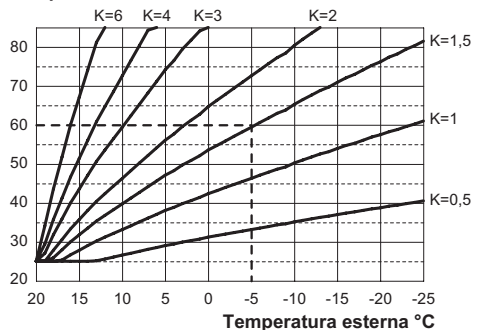
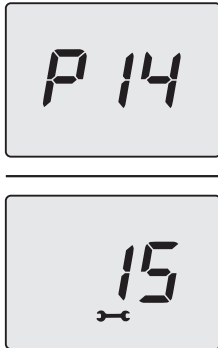

Figura 5.32
Figura 5.38
Se alla caldaia **È COLLEGATO** il comando remoto (opzionale) riferirsi alla Figura 5.32.
Quando si installa la sonda esterna bisogna impostare questo parametro in base al rendimento dell'impianto di riscaldamento per ottimizzare la temperatura di mandata (Figura 5.32).
Es. Per avere una temperatura di mandata all'impianto di riscaldamento di 60°C con una esterna di -5°C si deve settare un K di 1,5 (linea tratteggiata in Figura 5.32).
- Utilizzando i tasti 13 o 15 è possibile modificare il valore del parametro 14 da un minimo di **00** ad un massimo di **60** in base alla curva scelta del coefficiente K in Figura 5.32 (il valore letto sul display, in Figura 5.38, corrisponde a **K = 1,5**).